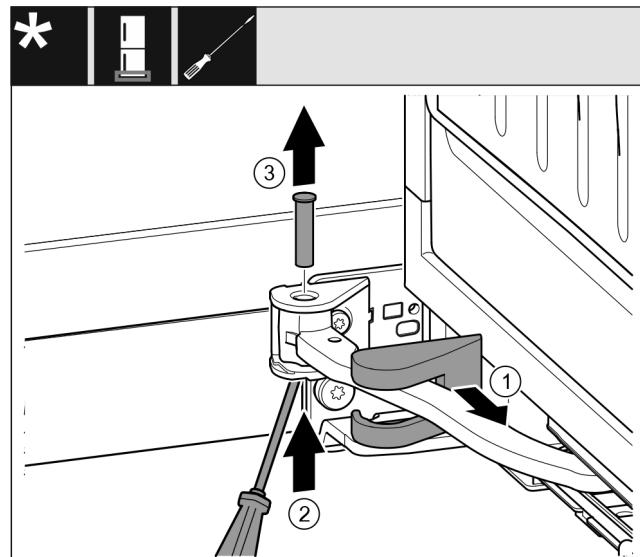

Fig. 17
- ▶ Stáhněte kryt stojanu ložiska Fig. 17 (1) a posuňte podél kloubu.
- ▶ Čep Fig. 17 (2) zespodu nadzvedněte šroubovákem.
- ▶ Čep Fig. 17 (3) vytáhněte shora.